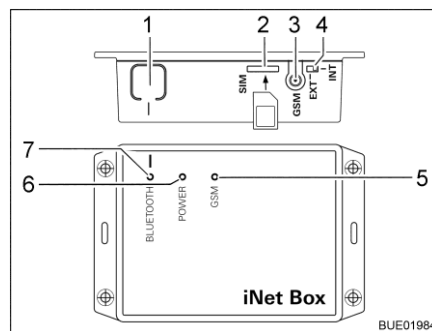

Bild 84 Truma iNet-Box
- Tryck in knappen BLUETOOTH (Bild 84,1) på iNet-Box i 1 sekund. Truma iNet-Box förblir synlig i ungefär 2 minuter i mobil terminalenheten (Namn: "Truma iNet-Box"). Under denna tidsrymden, blinkar den blå lysdioden BLUETOOTH (Bild 84,7).
- Skjut försiktigt in mini-SIM-kortet med et telefonnummer och tillräckligt med kredit, i kortutrymmet i Truma iNet-Box, enligt beskrivningen (Bild 84,2) tills det hakar fast. Den röda lysdioden GSM (Bild 84,5) ska blinka kontinuerligt. När den röda lysdioden tänds efter 20 sekunder: Testa mini-SIM-kortet.